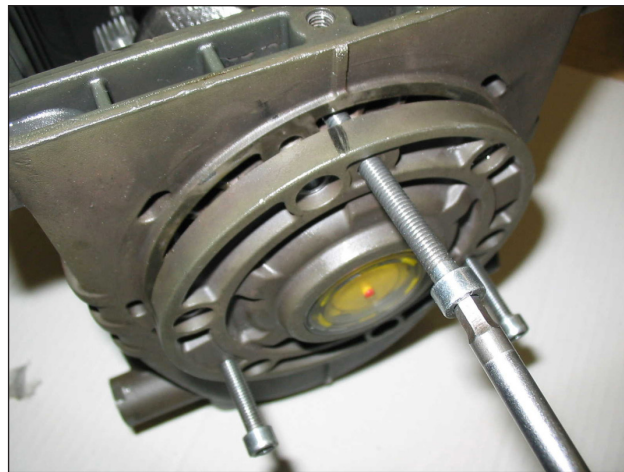

图3
- 侧盖-用于拔出3个全螺纹螺丝M6x50，将它们插入到螺纹孔，如图3所示。